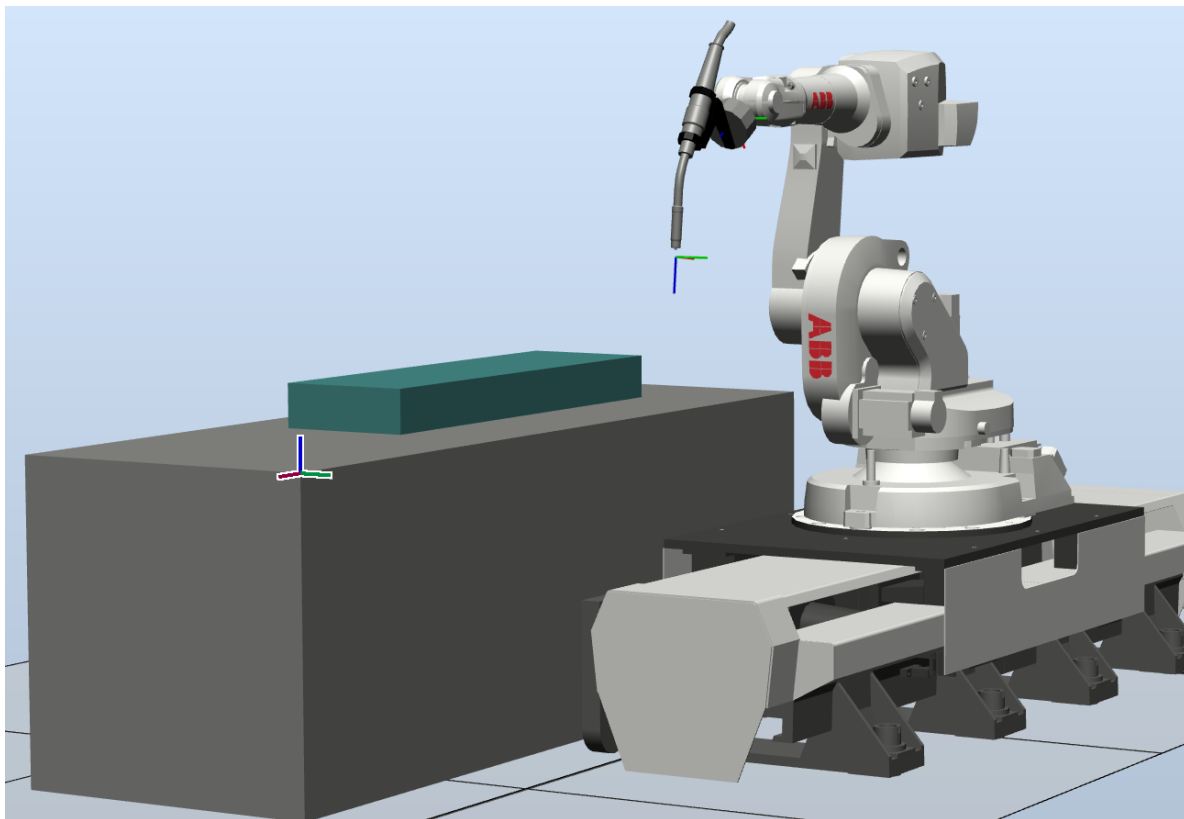

图 4-2 移动到操作台上的工件坐标
(2) 在“工具数据”中分别有“AW_Gun”和“tool0”，右键“AW_Gun”，选择“设定为激活”。系统的工具由机器人默认的工具坐标改为 AW_Gun_PSF_2 的工具坐标。
(3) 右键“工件坐标&目标点”，选择“工件坐标”，点击“创建”。此时“Workobject_1”工件坐标。右键“Workobject_1”，选择“设定位置”，“参考”选择“大地坐标”，位置一栏填写 2500、-200 和 700，方向一栏默认为 0。更改完成后的工具坐标位于操作台左上角的角点上，如图 4-2 所示。也可以采用 3 点法进行工件坐标的标定。